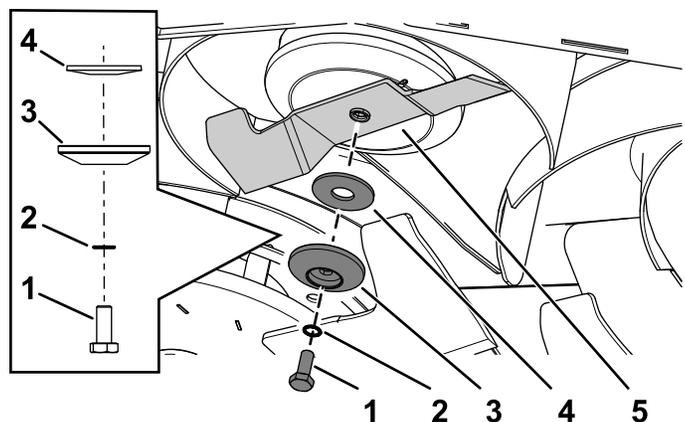

図 104
- スピンドルシャフトからブレードボルト、鋸歯ワッシャ、ブレードリテーナ、湾曲ワッシャ、ブレードを取り外す 図 104。